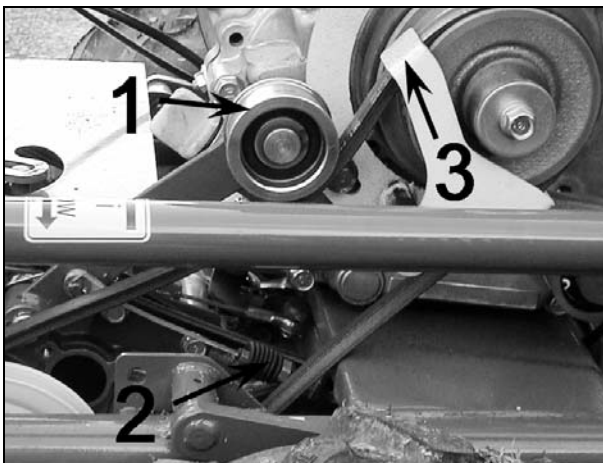

Figure 16
- Si la courroie de transmission (Figure 16 et 17) a tendance à patiner sur les poulies :
- Tendez là en réglant la tension du câble de la poignée de l'avancement ou au repère 2 de la figure 16 qui agit sur la poulie tendeur (Figure 16, repère 1).
- Lorsque vous changez une courroie, pensez à remettre le guide figure 16, repère 3 à une distance de 2 à 3 mm de la poulie pour que la courroie ne sorte pas de la gorge.